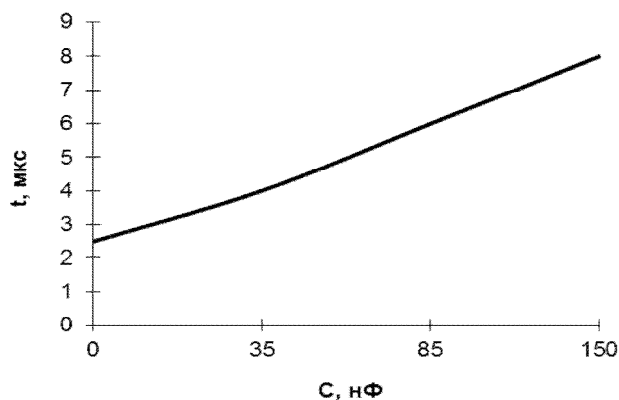

Рисунок 6 – График зависимости длительности задержки срабатывания защиты по ненасыщению от номинала ёмкости Strip
**Ttrip** – вывод подключения конденсатора настройки длительности задержки срабатывания защиты по ненасыщению, см. рисунок 6. Вывод задействован для драйверов МД150Б, МД150В.